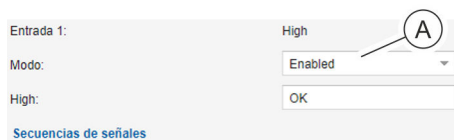

Fig. 119: Activar o desactivar entrada o salida
2. ➔ En el cuadro de selección (Fig. 119/Ⓐ), ajuste el valor a "Enabled" (para su activación) o a "Disabled" (para su desactivación).